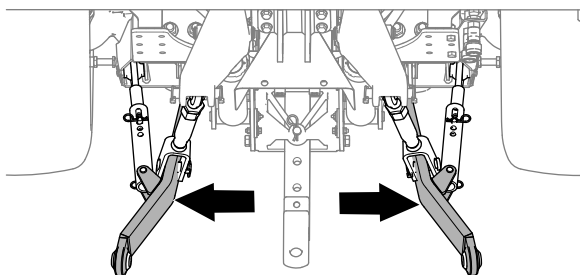

Figura 20
4. Ajuste os braços do estabilizador (**Figura 20**) totalmente para fora; consulte o *Manual do utilizador* da máquina de reboque.